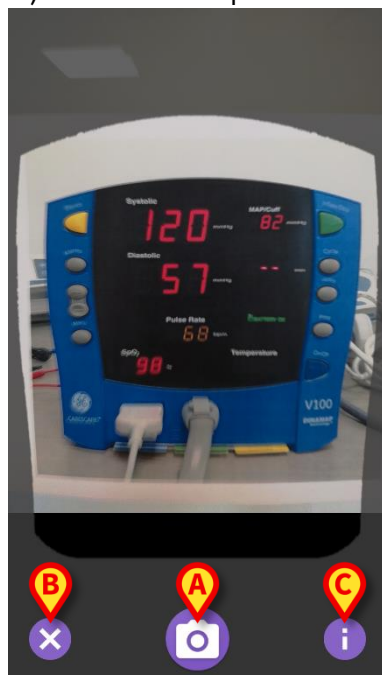
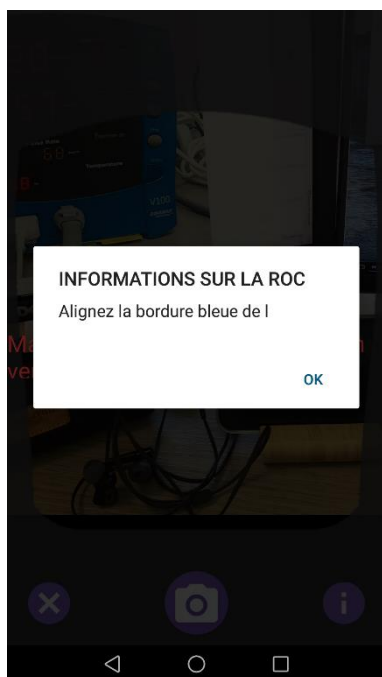

Fig. 88
Fig. 89
- Appuyez sur l'icône  pour prendre la photo dans la position actuelle (Fig. 88 **A**) ou l'icône  pour annuler la photo (Fig. 88 **B**).
- Appuyez sur le bouton  pour lire l'aide destinée à l'utilisateur, qui contient des informations essentielles sur la fonctionnalité ROC (Fig. 88 **C**). La fenêtre suivante s'affiche (Fig. 89):